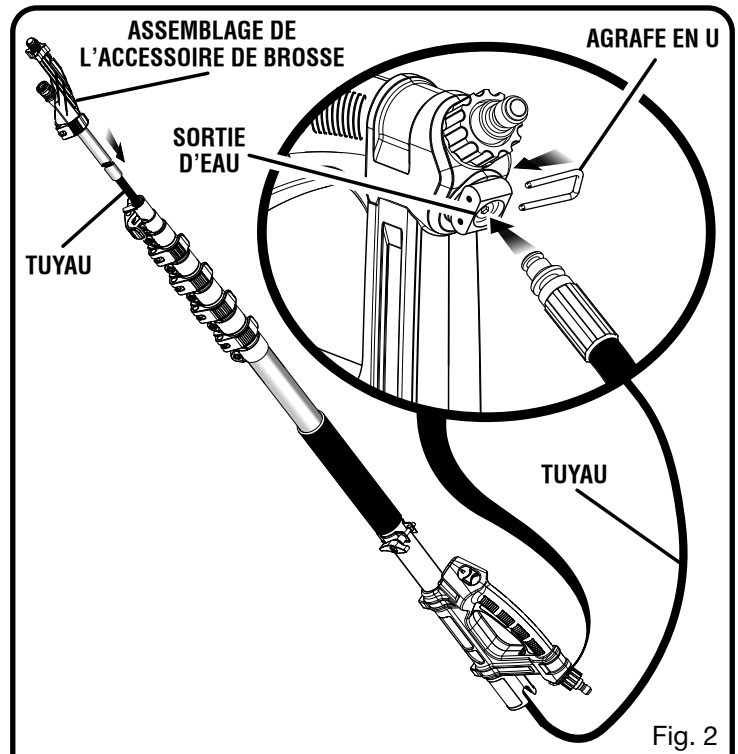

Fig. 2
- Alimenter le tuyau de la section de l'assemblage de l'accessoire de brosse le long du milieu des sections assemblées du manche et de la gâchette pour qu'il sorte de la base de la poignée à gâchette comme illustré dans la figure 2.